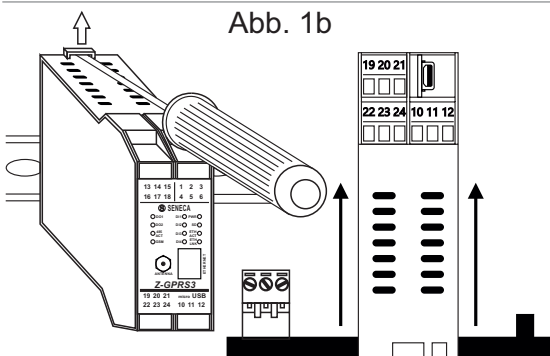

Abb. 1b
- 1) Verschieben Sie die beiden Haken auf der Rückseite des Moduls nach außen, wie auf Abb. 1b gezeigt.
Wie dargestellt auf Abbildung 1b: